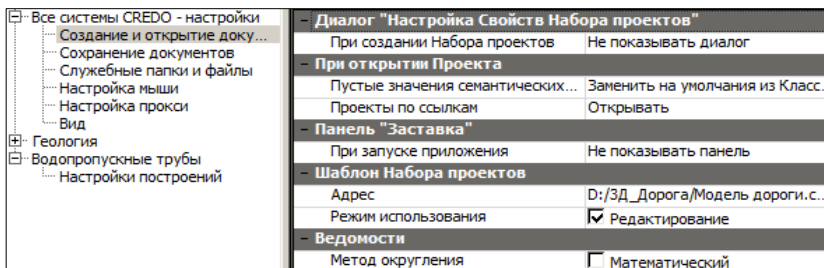

Рис. 5.7
В разделе настраивается необходимость отображения дополнительных диалогов при создании и открытии документов (рис. 5.7).
- Диалог "Настройка Свойств Набора проектов" (рис. 5.7).